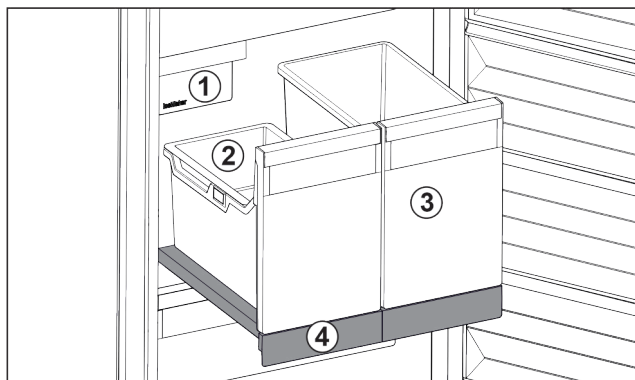

Fig. 17 Витяжна панель IceTower
На витяжній панелі є два високі резервуари (IceTower). В резервуарі Fig. 17 (2) кубики льоду з IceMaker збираються та зберігаються. Резервуар Fig. 17 (3) придатний для зберігання високих харчових продуктів, таких як піца та алкогольні напої.